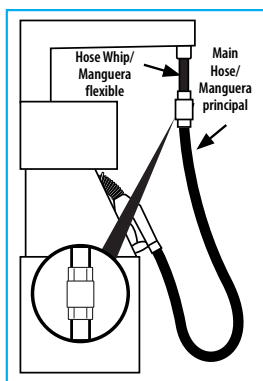

Figure 2/Figura 2
- Install breakaway into whip hose from the dispenser first (see FIG 2).
- Instale el acoplamiento de seguridad tipo "breakaway" en la manguera flexible primero desde el surtidor (consulte la FIG. 2).